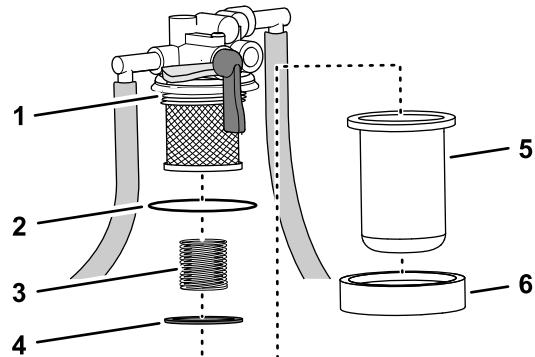

図 68
1. 燃料フィルタボウルの下に回収容器を置き、ボウルのナットを外してフィルタヘッドからボウルを外す図 68。
3. フィルタヘッドについている O リングの状態を点検する図 68。
5. スプリングとフロートをボウルに組み付ける図 68。
6. フィルタヘッドにボウルとナットを取り付けてナットを手締めする図 68。